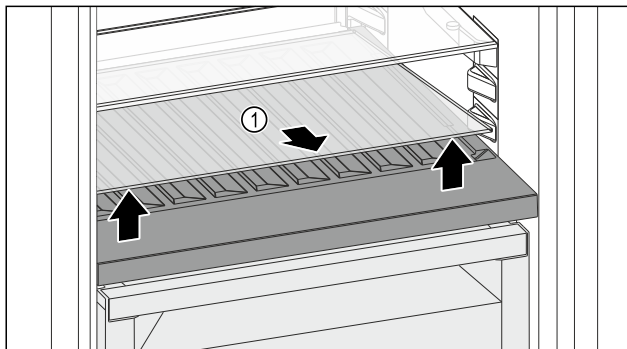

Fig. 80
- ▶ Sollevare il ripiano di vetro Fig. 80 (1) dall'incavo anteriore e rimuoverlo.
- ▶ Conservare il ripiano di vetro Fig. 80 (1) fuori dall'apparecchio in un luogo sicuro.